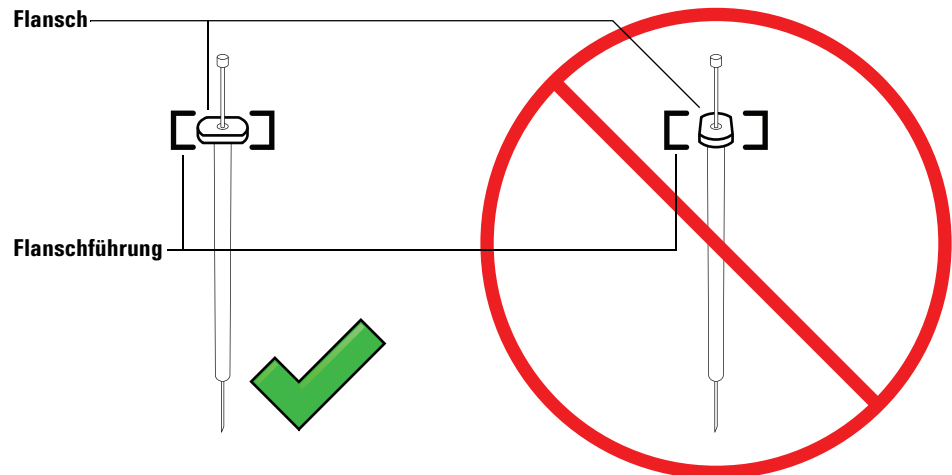

Abb. 95 Ausrichtung des Spritzenflansches
- 7 Richten Sie den Spritzenflansch an der Flanschführung aus und drücken Sie die Spritze in Position. Das Nadelende muss sich dabei in der Führungsöffnung des Nadelführungsfußes befinden. Achten Sie darauf, dass die flache Kante des Spritzenflansches nach außen zeigt (Abb. 95).